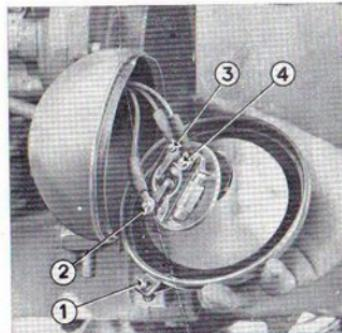

FIG. 30. — Phare avant.
**PHARES** : l'ouverture des projecteurs pour le remplacement éventuel des ampoules est simple et rapide. La figure 30 représente un projecteur ayant ouvert ~~l'ampoule~~ son ampoule de veilleuse et la position des plots phare et code.